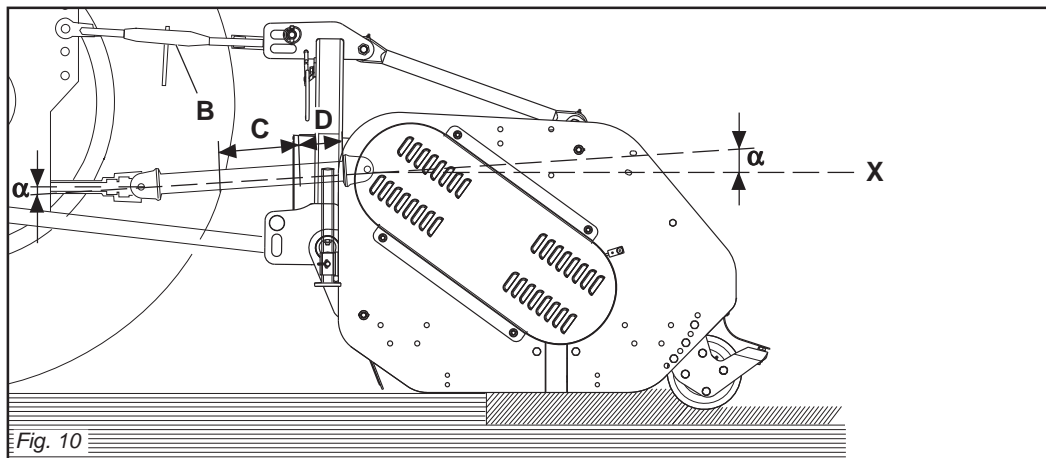
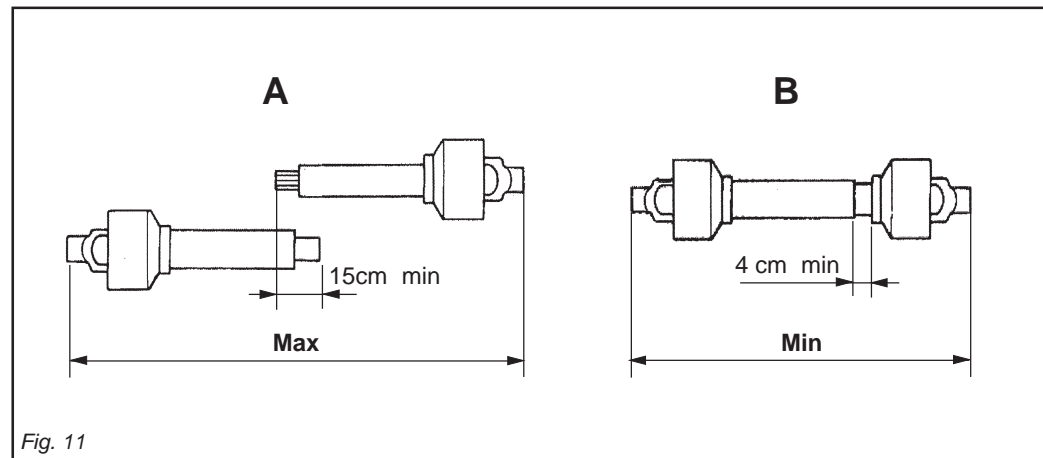

Fig. 10
Fig. 11
L'attacco è corretto quando la macchina è orizzontale in posizione di lavoro. Per fare ciò aumentare o diminuire la lunghezza della barra superiore dell'attacco (B Fig. 10) in modo da portare l'asse (X Fig. 10) della ghiera scanalata della scatola parallela al suolo.
- I due angoli (α Fig. 10) formati dalle assi delle forcelle e l'asse dei tubi scorrevoli saranno uguali e non dovranno superare i 10°.
- La copertura (C Fig. 10) dei tubi scorrevoli deve essere di 15 cm minimo (Fig. 11).
- I due tubi dell'albero di trasmissione a cardano non si devono ricoprire completamente, una corsa di sicurezza (D Fig. 10) di 4 cm minimo deve sussistere.
- Gli angoli (α Fig. 10) dei cardani non devono essere superiori a 40° (Fig. 10). Se non si raggiungono questi due risultati:
Connection is correct when the machine is horizontal in the operating position. To achieve this, increase or decrease the length of the top bar of the hitch (B Fig. 10) so as to set the axis (X Fig. 10) of the housing's grooved ring nut parallel to the ground.
- The two angles (α Fig. 10) formed by the fork axes and the axis of the sliding tubes will be equal and must not exceed 10°.
- The sliding tubes (C Fig. 10) must overlap by at least 15 cm (Fig. 11).
- The two tubes of the driveline shaft must not fully overlap. There must always be a safety travel (D Fig. 10) of at least 4 cm.
- The angles (α Fig. 10) of the drivelines must not exceed 40° (Fig. 10). If these two results are not obtained:
Aplicarea este corectă când în poziție de lucru mașina este orizontală. Pentru a face aceasta măriți sau micșorați lungimea bării superioare a atașării (B Fig. 10) astfel încât axul inelului striat al cutiei să fie paralel cu solul (X Fig. 10).
- cele două unghiuri (α Fig. 10) formate de axele furcilor și axele tuburilor culisante vor fi egale și nu trebuie să depășească 10°.
- protecțiile (C Fig. 10) tuburilor culisante trebuie să fie de minim 15 mm (Fig. 11).
- cele două tuburi ale arborelui cardanic nu trebuie să fie acoperite complet, trebuie să aibă o cursă de siguranță de minim 4 cm (D Fig. 10).
- unghiurile (α Fig. 10) cardanelor nu trebuie să fie mai mari de 40° (Fig. 10). Dacă nu se îndeplinesc aceste două rezultate:
Quando esso è inserito al massimo, il gioco minimo consentito deve essere di 4 cm (Fig. 11).
When fully inserted, the minimum play must be 4 cm. (Fig. 11).
Când arborele cardanic este desfăcut la maxim, două tuburi trebuie să se suprapună cel puțin 15 cm. Când este introdus la maxim, jocul minim permis trebuie să fie de 4 cm (Fig. 11).